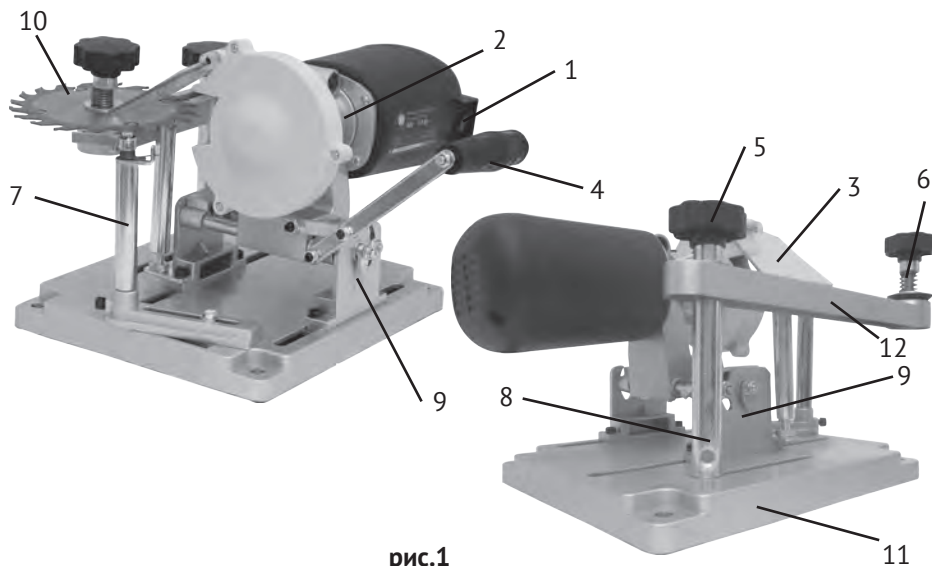
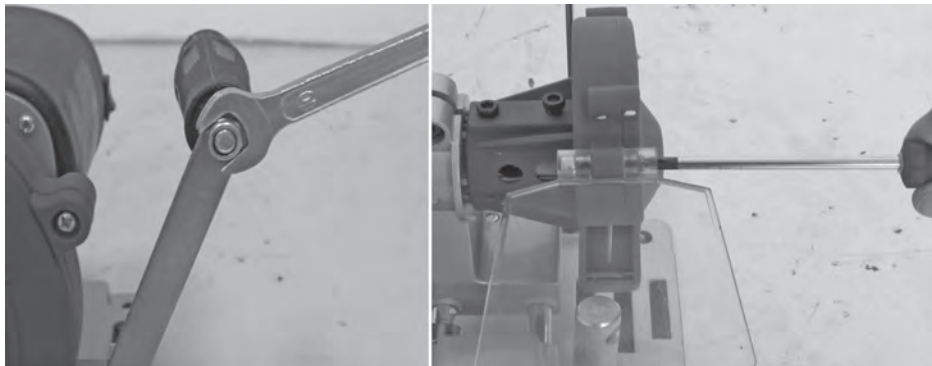
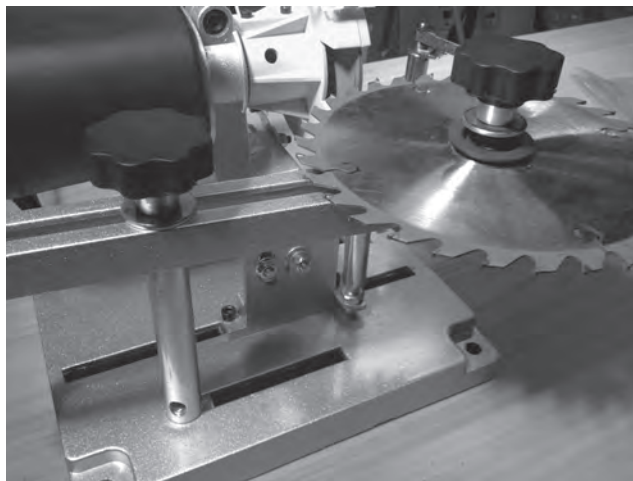

рис.1
рис.2
рис.3
1.3 Заточный станок состоит из заточного блока с электродвигателем (рис.1 поз.2), поворотного кронштейна (рис.1 поз.12) для установки диска (рис.1 поз.10) и основания (рис.1 поз.11). В пластиковом корпусе расположен силовой блок, который включает в себя электронную плату – выпрямитель и коллекторный двигатель постоянного тока. Для стационарного закрепления станка на верстаке (столе) шурупами или болтами, в основании имеются 4-е монтажных отверстия. Крутящий момент с якоря электродвигателя через соединительную муфту передаётся на шпиндель. Между опорным и зажимным фланцами, на шпинделе (гайкой М10) крепится заточный круг.
1.4 Выключатель (рис.1 поз.1) расположен сбоку на корпусе двигателя.
- установите защитный экран (рис.1 поз.3) и рукоятку поперечного перемещения заточного блока (рис.1 поз.4), как указано на рис.2;
- открутите и снимите прижимной блок пильного диска (рис.1 поз.6), расположенный на кронштейне подачи (рис.1 поз.12). Прижимной блок состоит из фиксатора-гайки, шайбы, пружины и прижимной конусной шайбы. Установите затачиваемый диск (рис.1 поз.10), как показано на рисунке (рис.3), и зафиксируйте его с помощью прижимного блока.
- придать станку устойчивое положение, при необходимости закрепить основание (рис.1 поз.11) на верстаке (столе);
- открутите фиксатор-гайку (рис.1 поз.5) кронштейна подачи пильного диска;
- отрегулируйте продольное положение заточного блока (рис.1 поз.2);
Для этого необходимо шестигранным ключом (входит в комплект поставки) открутить четыре прижимных винта, освободив две крепёжные пластины. Теперь заточный блок можно перемещать вдоль направляющих пазов основания. При заточке пильных дисков небольшого диаметра, заточный блок подаётся вперёд, в сторону вспомогательного ограничителя-упора (рис.1 поз.7). При работе с пильным диском большого диаметра, заточный блок подаётся назад, в сторону расположения электродвигателя станка. Выставив нужное положение заточного блока, надёжно закрепите прижимные винты.
- установите опорный цилиндр (рис.1 поз.8) как можно ближе к затачиваемому зубу и отрегулируйте его высоту контргайкой, расположенной на цилиндре (рис.4). Опорный цилиндр предназначен для устойчивого позиционирования пильного диска в момент заточки его зубьев;
-с помощью рукоятки поперечного движения (рис.1 поз.4) подведите заточный блок к затачиваемому пильному диску. Расположите позиционированный зуб пильного диска таким образом, чтобы его затачиваемая поверхность плотно прилегала к боковой поверхности заточного круга (рис.5);
- удерживая зуб пильного диска в плотном контакте с заточным кругом, установите вспомогательный ограничитель-упор (рис.1 поз.7) таким образом, чтобы пластина ограничителя-упора, усилием пружины, плотно прижималась к боковой поверхности одного из свободных зубьев диска. Кронштейн ограничителя-упора фиксируется в
- рукояткой (рис.1 поз.4) переместите заточный блок в направлении пильного диска и заточите позиционированный зуб. Завершив затачивание, отведите заточный блок от пильного диска;
2.4.1 Станок обладает возможностью регулировки угла наклона заточного блока относительно вертикальной оси от 0 до 25 градусов. Для этого необходимо открутить две фиксирующие гайки, расположенные с двух сторон на кронштейнах крепления заточного блока к основанию (рис.7). Повернув заточный блок на нужный угол по градуированной шкале (рис.1 поз.9), зафиксировать его гайками.